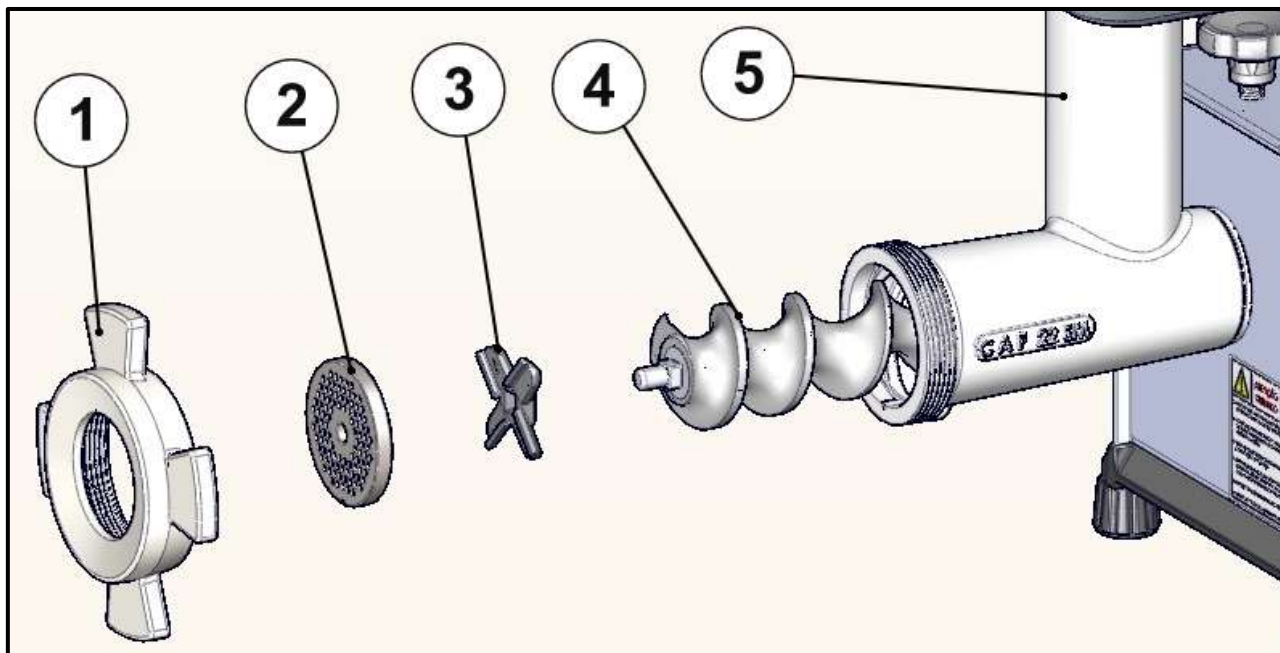

Fig. 7 - Moagem Simples para os Picador 98 S (SM)
9.1 Montagem para moagem Simples Picador 98 S (SM)
- Encaixe o Caracol montado (Item 4 - Fig. 7) no Bocal (Item 5 - Fig. 7).
- Encaixe a Cruzeta Simples (Item 3 - Fig. 7) no pino do caracol, observando sua posição de corte (Corte para Frente).
- Encaixe o disco* (Item 2 - Fig. 7) no pino do caracol.
- Rosqueie o Volante (Item 1 - Fig. 7) até encostar no Disco.